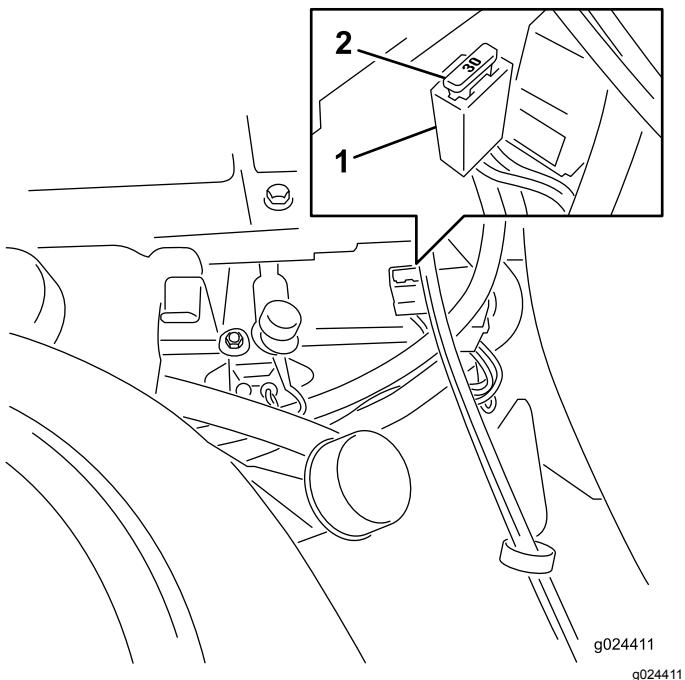

Figura 46
Nota: Los fusibles están situados en la consola de la derecha, junto al asiento (Figura 46).
4. Alinee el fusible nuevo con la ranura del bloque de fusibles (Figura 46).
5. Inserte el fusible a presión en el bloque de fusibles hasta que esté correctamente asentado (Figura 46).